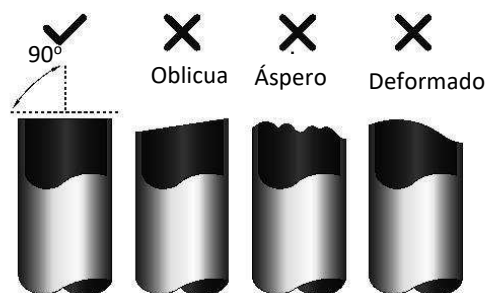

Fig. 5.1
3. Asegúrese de que el tubo esté cortado a un ángulo de 90 °. Consulte la Fig. 5.1 para ejemplos de mal corte.